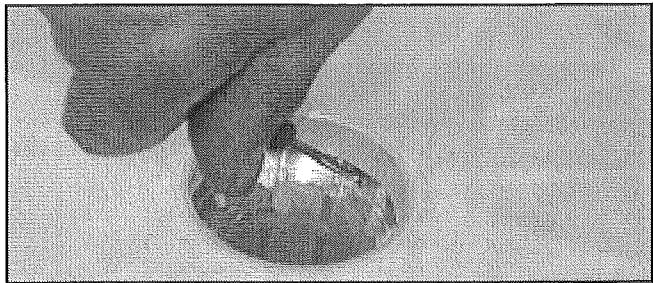

FIGURE 11
16. Nettoyer les surfaces en contact avec le roulement et le joint à l'aide d'un chiffon. Vérifier le trou de purge (s'assurer qu'il n'est pas bouché). Voir *Figure 11*.